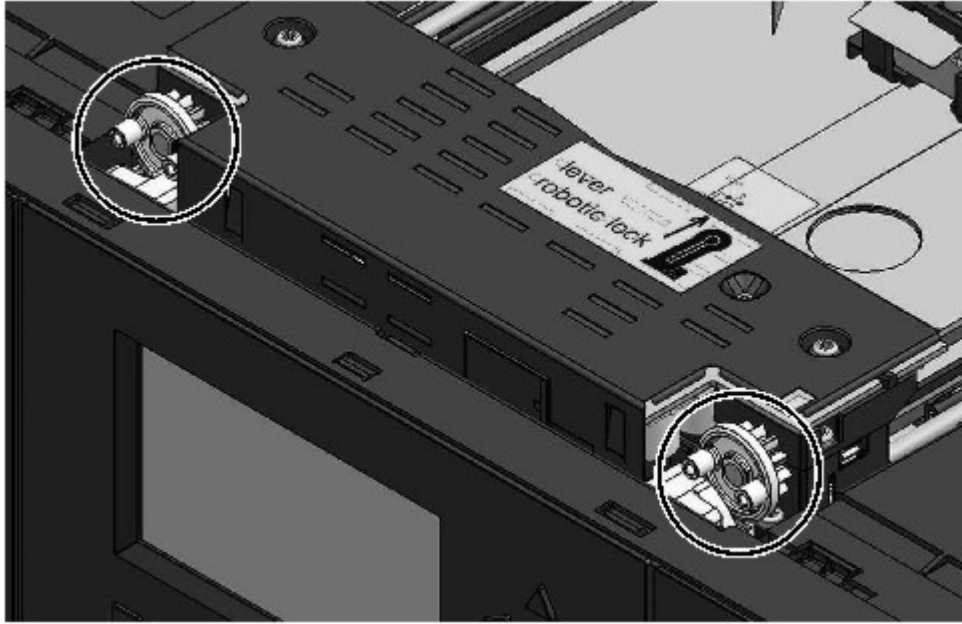

Figura 76. Las patillas está alineadas horizontalmente
1. Cada esquina del descriptor de acceso tiene un engranaje con dos patillas que sobresalen. Gire uno de los engranajes en el descriptor de acceso para que las dos patillas se alineen horizontalmente. Consulte Figura 76 en la página 130